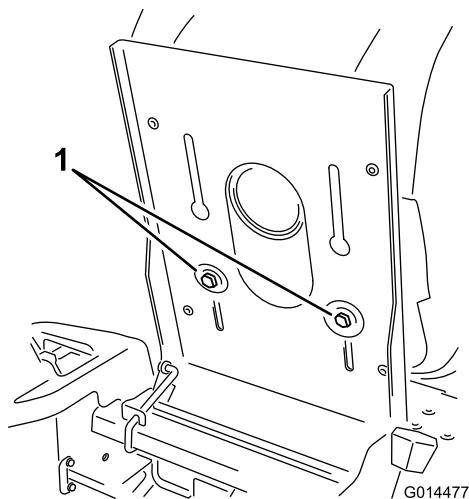

Bild 24
- Klappen Sie den Sitz hoch und lösen Sie die Einstellschrauben etwas, um den Sitz zu bewegen (Bild 24).